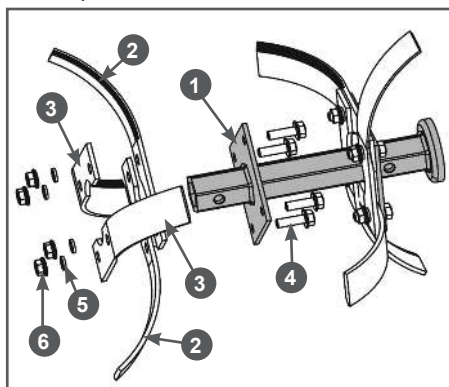

**Рис. 6 Установка ножей на внутренний фланец основной секции оси фрезы**
2.2 Установите ножи на внутренний (со стороны редуктора) фланец основной (длинной) секции оси (Рис. 6).
На основной секции оси фрез имеется защитная чашка 4, предназначенная для защиты сальника выходного вала редуктора (Рис. 6). Основные секции фрез устанавливаются на выходной вал редуктора так, чтобы защитная чашка 4 была обращена в сторону редуктора. Учитывайте это при сборке фрез.
Со стороны редуктора (защитной чашки 4) вставьте в отверстия во внутреннем фланце 1 оси болты 5, далее в соответствии с рисунком 6 на внутренний фланец с внешней его стороны установите правые ножи 2 (имеющие изгиб в сторону от редуктора), затем, как показано на Рис. 6 установите левые ножи 3 (имеющие изгиб к редуктору). После этого установите пружинные шайбы 6 и закрутите гайки 7 (Рис. 6). Затяните все резьбовые соединения.